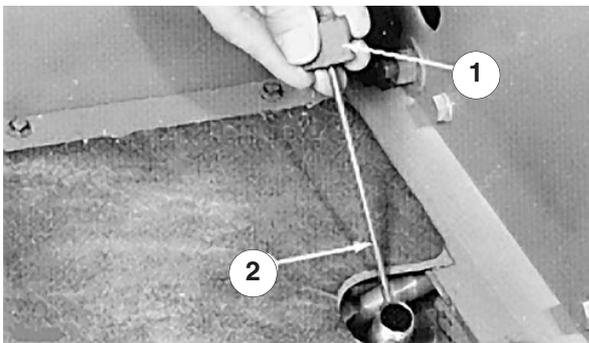

Bild 6
2. Schrauben Sie den Peilstabdeckel (Bild 6) vom Füllstutzen ab und wischen Sie ihn mit einem sauberen Lappen ab. Schrauben Sie den
Peilstabdeckel mit der Hand fest auf den Füllstutzen und schrauben Sie anschließend den Peilstab ab und überprüfen Sie den Ölstand. Wenn der Stand nicht innerhalb von 13 mm unterhalb der Marke am Peilstab ist (Bild 6), muss soviel Öl nachgefüllt werden, dass diese Marke erreicht wird. Sie dürfen nur bis 13 mm oberhalb der Marke einfüllen.